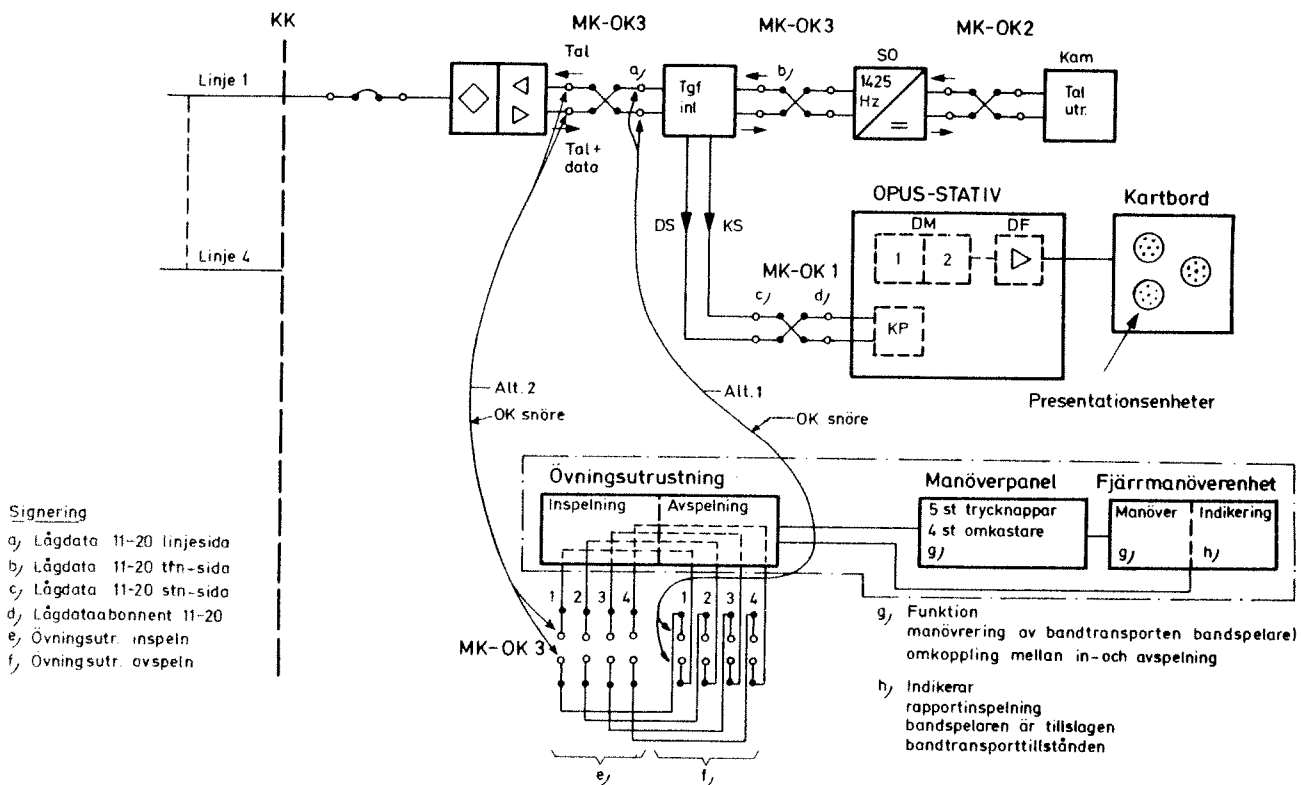

Bild 1. Luftbevakningsutrustningens uppbyggnad i rgc
3.2.5 Koppla bort inkommande taktsignaler, en i taget, för lgc 1, 2, 3 och 4 (sätt en avbrottsplugg i motsvarande jack i OK1, bild 1).
3.2.6 Koppla bort inkommande datasignaler, en i taget, för lgc 1, 2, 3 och 4 (sätt en avbrottsplugg i motsvarande jack i OK1, bild 1).
Koppla upp för avspelning i OK3, bild 1 alt 1.